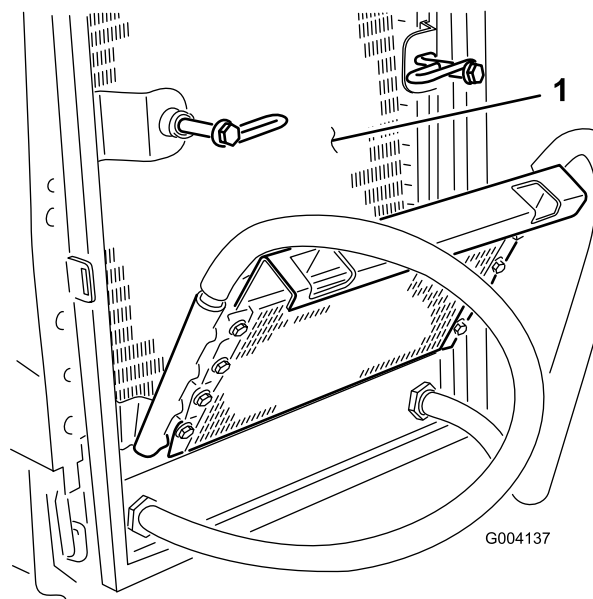

Figura 59
7. Lavorando dal lato ventola del radiatore, soffiare con aria compressa a bassa pressione (3,45 bar) (non usate acqua). Ripetete l'operazione dalla parte anteriore del radiatore, e di nuovo dal lato ventola. Pulite accuratamente entrambi i lati del radiatore dell'olio. Dopo l'accurata pulizia di radiatore e radiatori dell'olio, eliminate ogni detrito che possa essersi accumulato in altre parti della macchina (Figura 59) utilizzando l'aria compressa.